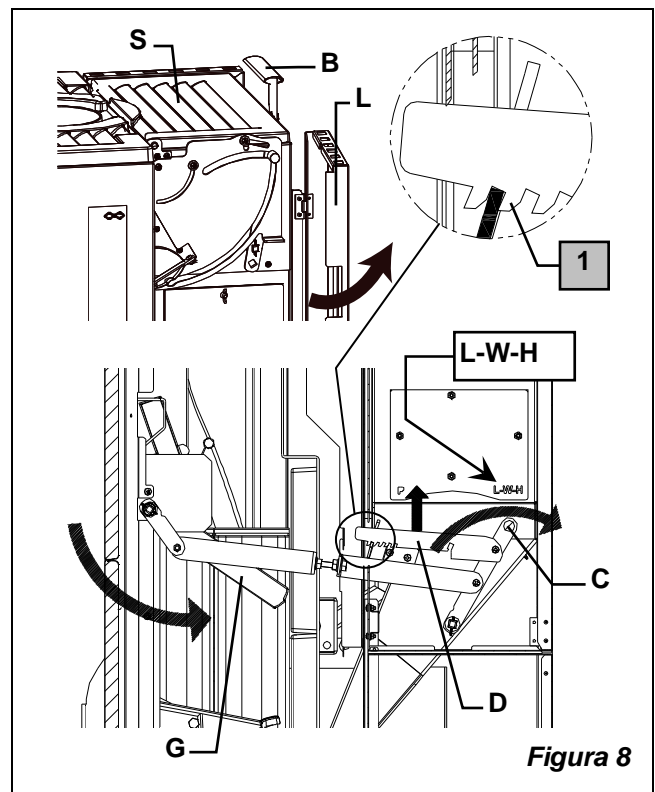

Figura 8
- 1) Aprire lo sportello laterale di accesso agli organi meccanici (L Figura 8) se la leva (C) è già nella posizione **L-W-H** (LEGNA-WOOD-HOLZ) andare al punto 3);
- 2) con l'utilizzo dell'attizzatoio nella posizione **D**, alzare il chiavistello e sbloccare la leva (C), spingerla verso la parte **posteriore** della stufa nella posizione contrassegnata con le **lettere L-W-H**; spingerla più volte affinché il chiavistello (D) si blocca nel dente più prossimo alla fine del chiavistello stesso (Pos.1 Figura 8); **griglia in ghisa (G) nella posizione sollevata**;
- 4) chiudere lo sportello laterale (L) di accesso agli organi meccanici.
Mediante la leva di commutazione LEGNA-PELLET nella posizione "L-W-H" (Figura 8 pos.C) è possibile bloccare il naturale scivolamento del pellet nel bruciatore.